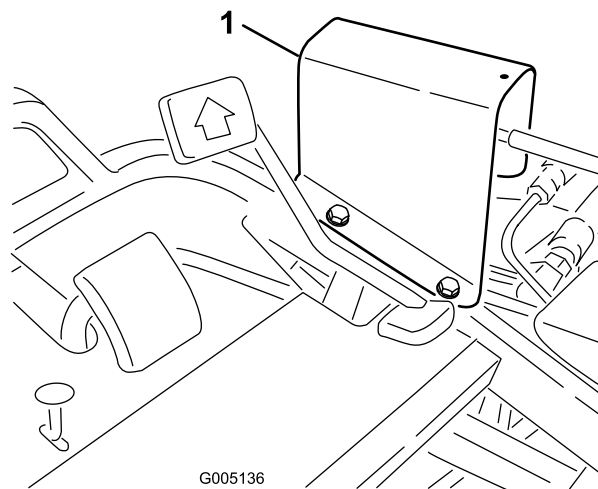

Figura 43
1. Coloque as bobinas 1, 2 e 3 em neutra (centro do deslocamento) e retire o resguardo da barra de transferência do painel do pé (Figura 43).